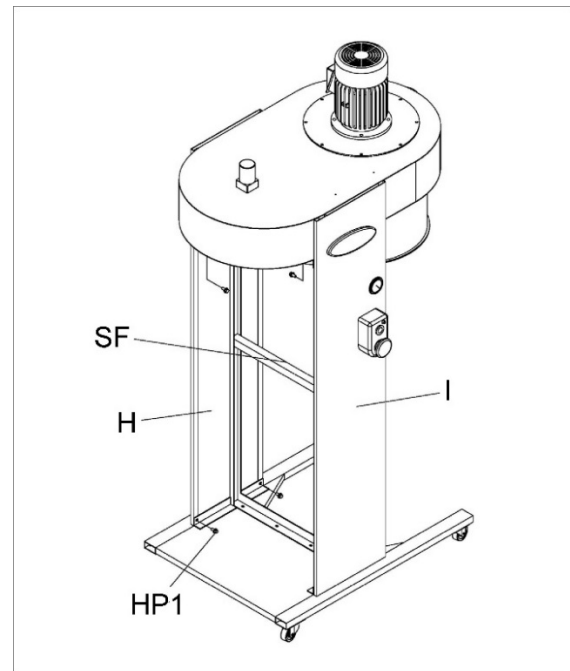

Figure 6
5. Fixez le panneau gauche (I, Figure 6) et le panneau droit (H) au cadre (SF) avec des écrous hexagonaux à embase (HP1). REMARQUE : Glissez les câbles de l'interrupteur par le dessus du boîtier avant de serrer les vis sur le panneau gauche.